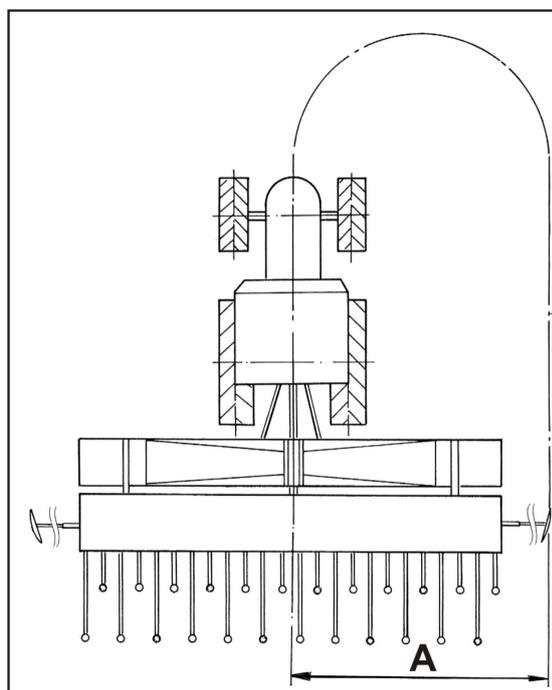

Fig. 92
- de la largeur de travail de la machine (Fig. 92/1)
- semences fines de type colza (Fig. 92/2)
- semences de type céréales ou légumineuses (Fig. 92/3).